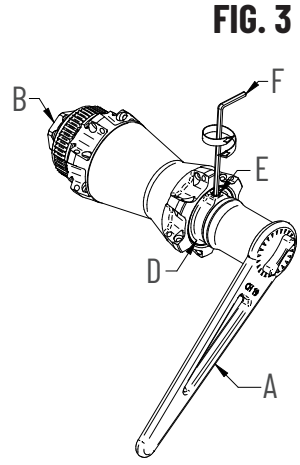

FIG. 3
- Se necessario effettuare una registrazione del mozzo agendo sulla ghiera (D) (Fig. 3):
- Allentate il grano (E) con una chiave a brugola (F)
- Ruotate la ghiera (F) in senso orario per diminuire la scorrevolezza del movimento, e in senso antiorario per aumentare la scorrevolezza del movimento.
- Richiudete il grano (E) (Fig. 3)